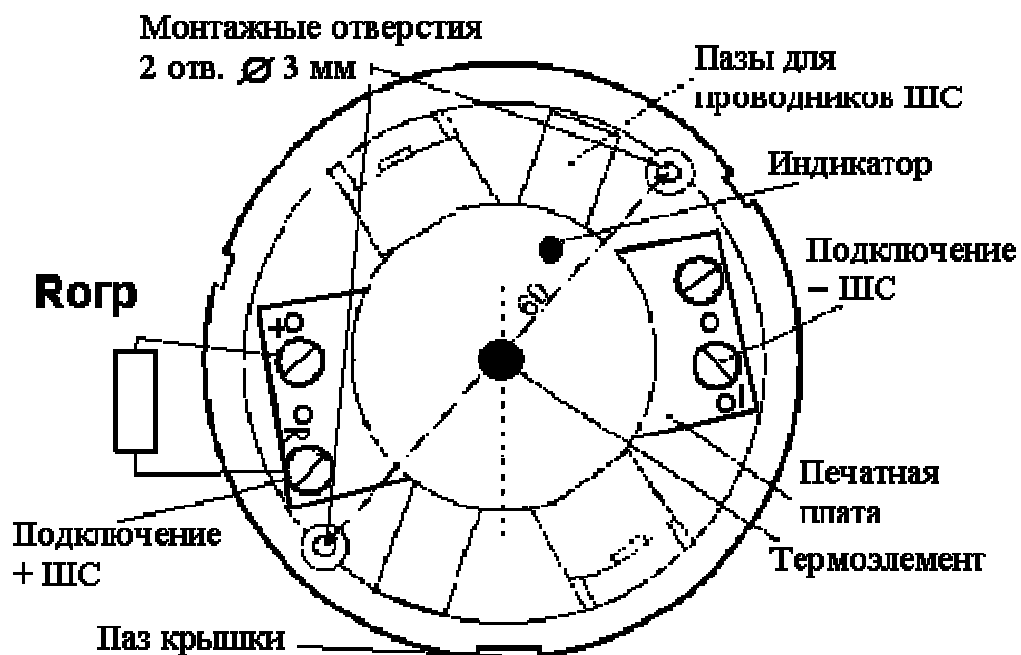

Рис. 2
5.3 Извещатели размещают с учетом габаритных и установочных размеров рис.2.